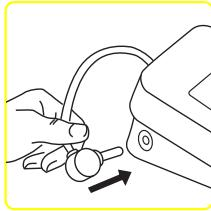

Fig. 1
- Conectați furtunul de aer la conector (Fig. 1).